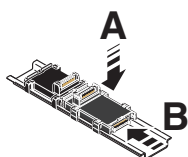

Abb. 6-6 Bussockelmodule untereinander verbinden
- Setzen Sie zuerst das Bussockelmodul für die Steuerung/den Buskoppler und alle für die Station erforderlichen Bussockelmodule auf die Tragschiene (Abb. 6-6, A).
- Schieben Sie jeweils das nachfolgende Bussockelmodul in den Anschluss des vorhergehenden Bussockelmoduls (Abb. 6-6, B).